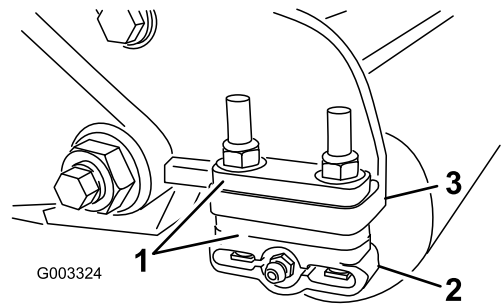

图 11
- 根据剪草高度表将所需数量的隔片放在侧板安装法兰图 11 下将后滚筒支架图 11 调节到所需的剪草高度范围。